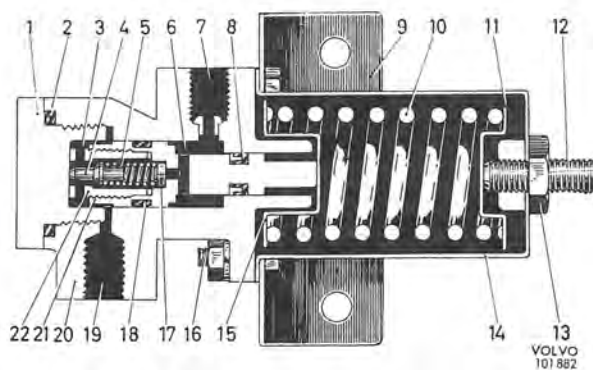
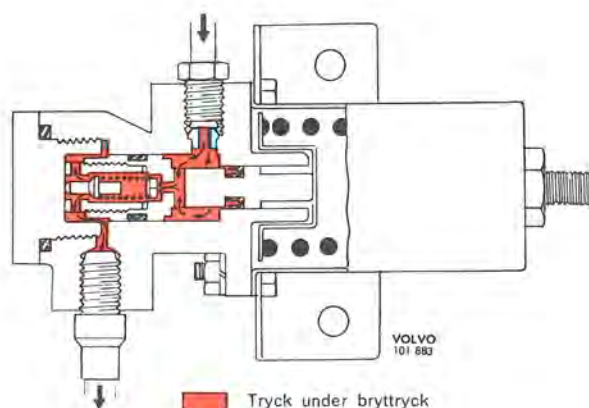

Bild 43. Bromsventil, konstruktion
Bild 44. Ansättning
Bromsventilens konstruktion framgår av bild 43 och dess funktion av följande.
Vid ansättning av fotbromsen vidarebefordras trycket från huvudcylindern genom anslutningen (7, bild 43). Trycket går vidare genom cylindern (6) genom urborningen förbi ventiler (17) och (4) till cylindern (3) och vidare genom anslutning (19) till bakhjulscylindrarna, se bild 44. Hydrauliska trycket per ytenhet är lika på de olika delarna av kolven (21) men eftersom dess tryckyta är större i cylindern (3) än i cylinder (6) vill kraften förskjuta kolven åt höger på bilden. Detta motverkas dock av trycket från fjädern 10.
Då bromspedalen släpps sjunker trycket i cylindern (6). Kolven (21) förskjuts åt höger mot fjädern (10). När trycket på höger sida av ventilen (4) sjunkit så mycket att hydrauliska trycket på vänster sida förmår trycka upp ventilen öppnas förbindelsen mellan de båda cylindrarna. Efter hand som trycket sjunker pressar fjädern (10) kolven åt vänster tillbaka till utgångsläget där ventilen mekaniskt hålls i öppet läge, jämför bild 44. Utjämningsventilen (17) är försedd med strypkanaler varigenom jämnare strömningar genom ventilen erhålls.